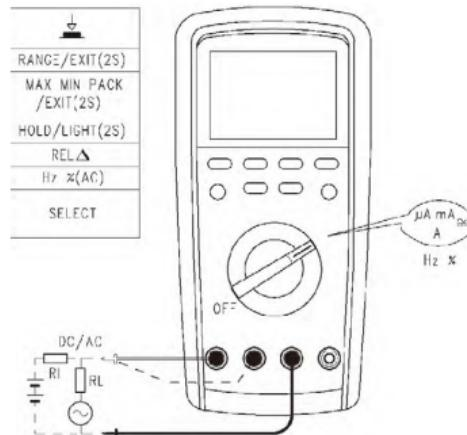

Figura 10
8. Medição de corrente CA e CC (veja a Figura 10)